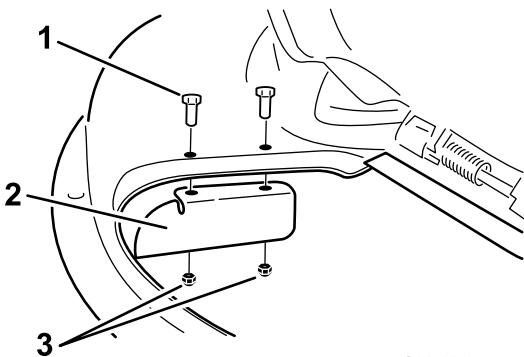

Bild 31
9. Befestigen Sie das Versatzablenkblech am Mähwerk (Bild 31).
3. Entfernen Sie das Versatzablenkblech vom Mähwerk (Bild 31).